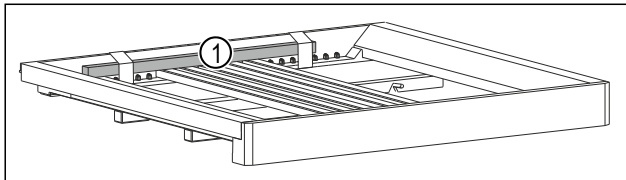

Fig. 47 *
- ▶ Távolítsa el a farudat Fig. 47 (1)*